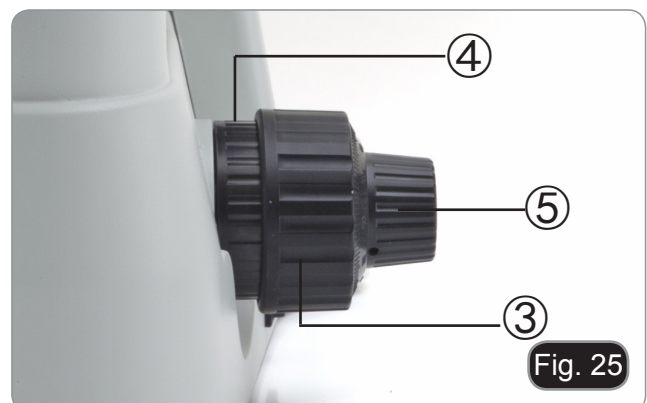

Fig. 25
- Die Kupplung des makrometrischen Fokussierknopfes ④ ist werkseitig voreingestellt.
Wenn der Revolver von selbst herunterfällt oder die Probe beim Einstellen des Mikrometer-Fokussierknopfes ⑤ verschwommen ist, ist die Spannung des Makrometer-Fokussierknopfes zu niedrig. Durch Drehen des Spannungseinstellringes ④ im Uhrzeigersinn wird die makrometrische Fokussierspannung ③ angezogen. Drehen Sie sich in die entgegengesetzte Richtung, um die Spannung zu verringern. (Fig. 25)